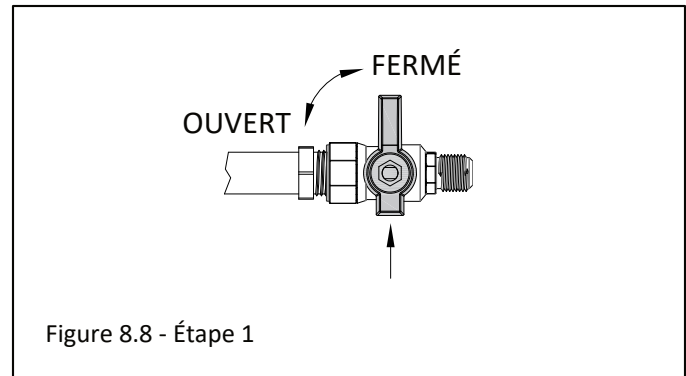

Figure 8.8 - Étape 1
1. Repérez et fermez le robinet d'arrêt manuel principal, en amont du raccord d'alimentation du foyer (Figure 8.8). Ensuite, coupez toute alimentation électrique au foyer.